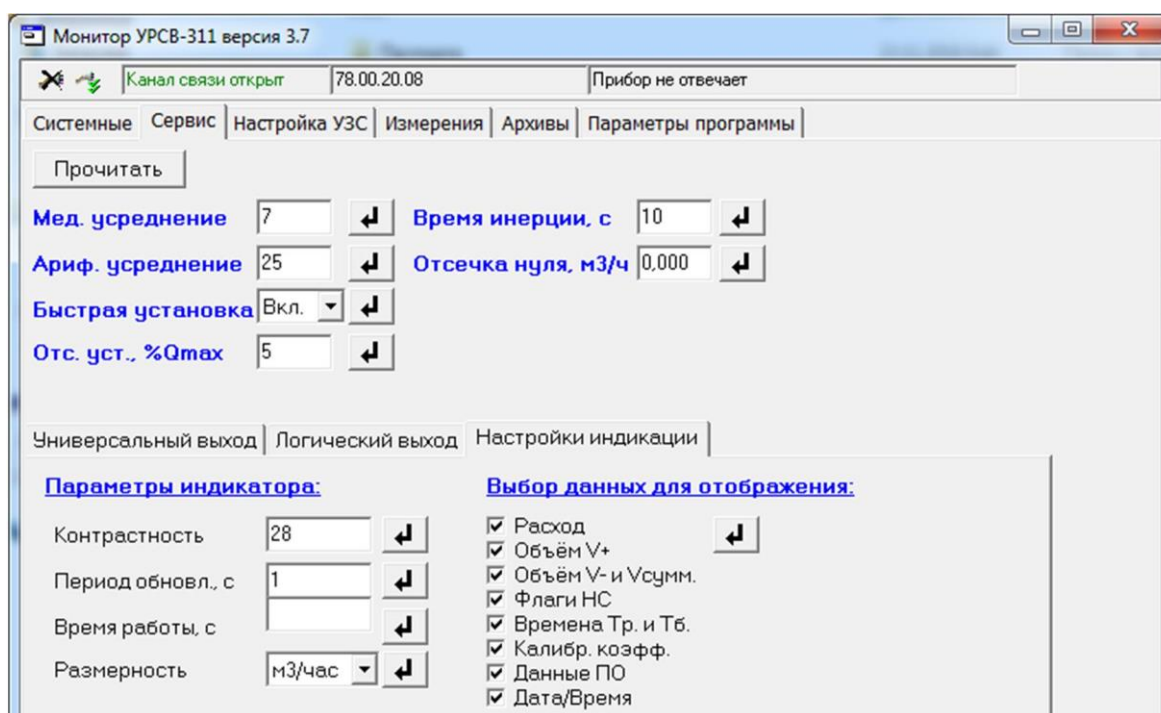

Рис.9. Вид вкладки «Сервис».
- 4.1.3. На вкладке **Сервис** (рис.9) возможна настройка параметров обработки УЗС, установка значения контрастности и времени работы ЖКИ, выбор размерности измеряемого расхода, а также выбор данных, которые будут отображаться на индикаторе расходомера.